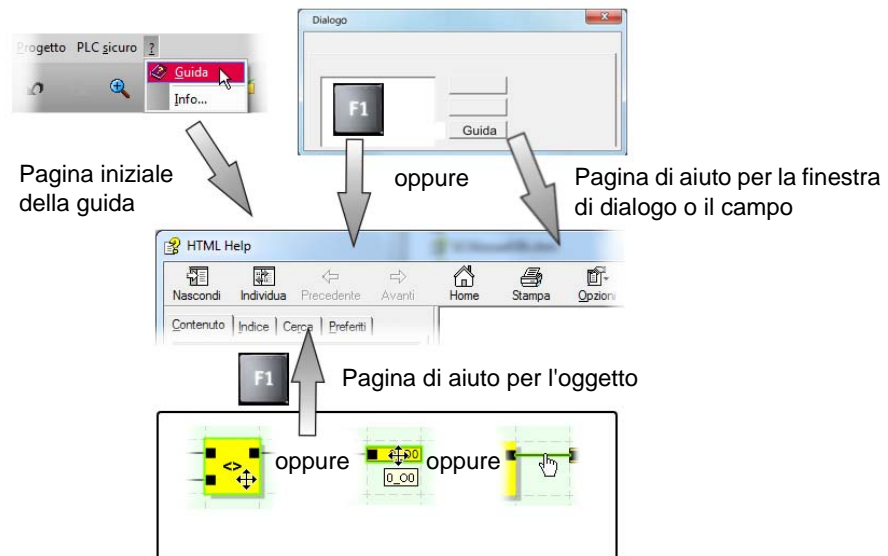

Figura 1-1 Consultazione della guida in linea nel software di configurazione MSIsafesoft
- nelle guide in linea relative al software di configurazione sicuro MSIsafesoft (vedere anche Figura 1-1) e ad ognuno dei blocchi sicuri,